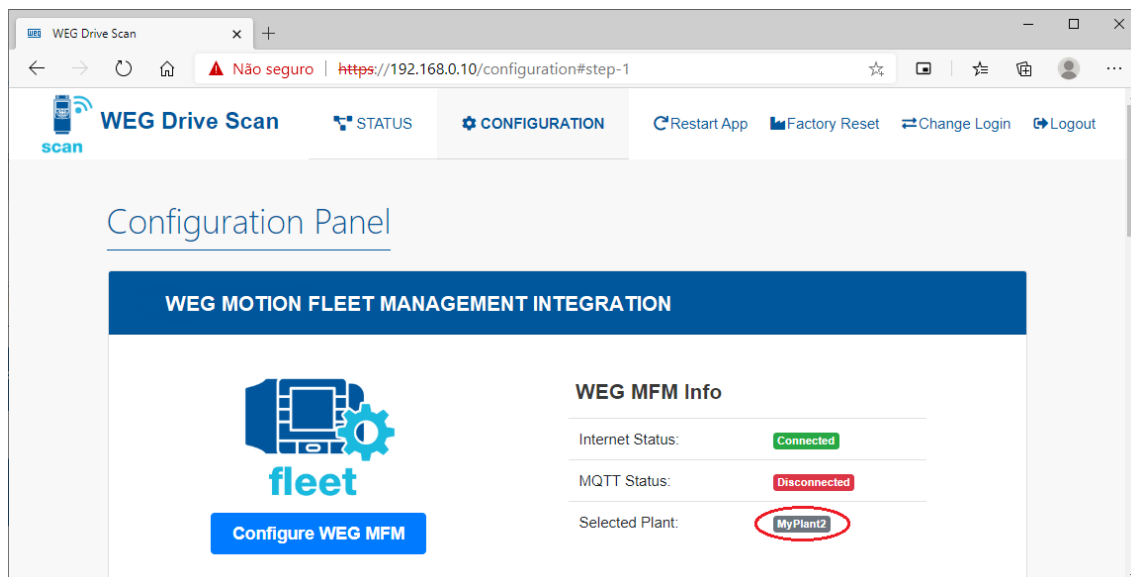

Figura 6.21: Planta vinculada ao Drive Scan no MFM
Passo 16 A nova planta deve ter sido configurada (Figura 6.21).